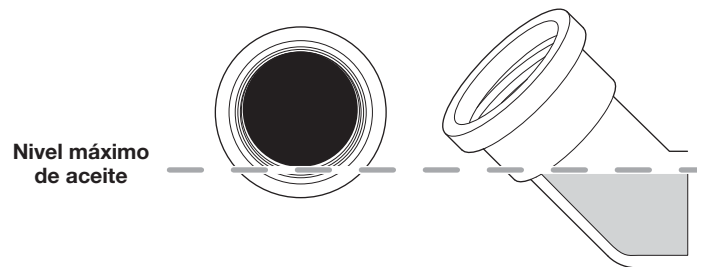

Fig. 28
5. Observe el interior del orificio de llenado de aceite; use una linterna si es necesario. **El nivel de aceite sólo debe tocar la rosca inferior del orificio de llenado de aceite** (Fig. 28). Si el nivel de aceite es demasiado bajo, agregue aceite al orificio de llenado de aceite hasta que el nivel de aceite toque la rosca inferior del orificio de llenado de aceite.